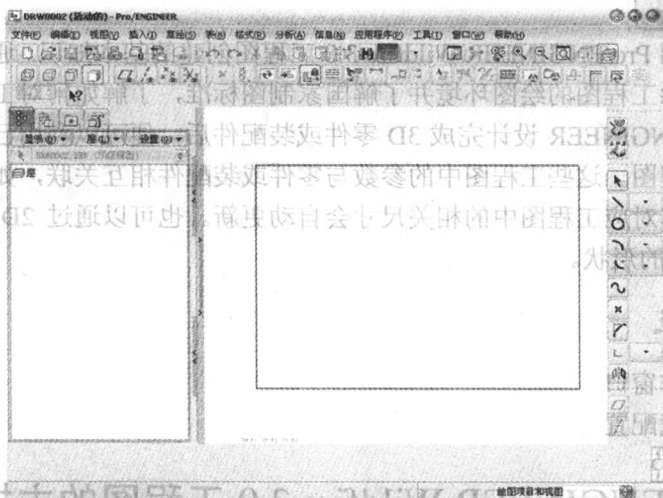

图 1-3 Pro/ENGINEER Wildfire3.0 工程图工作界面
- 选择“空”选项，其他为默认选项，单击确定按钮，进入 Pro/ENGINEER Wildfire3.0 工程图的工作界面，如图 1-3 所示。